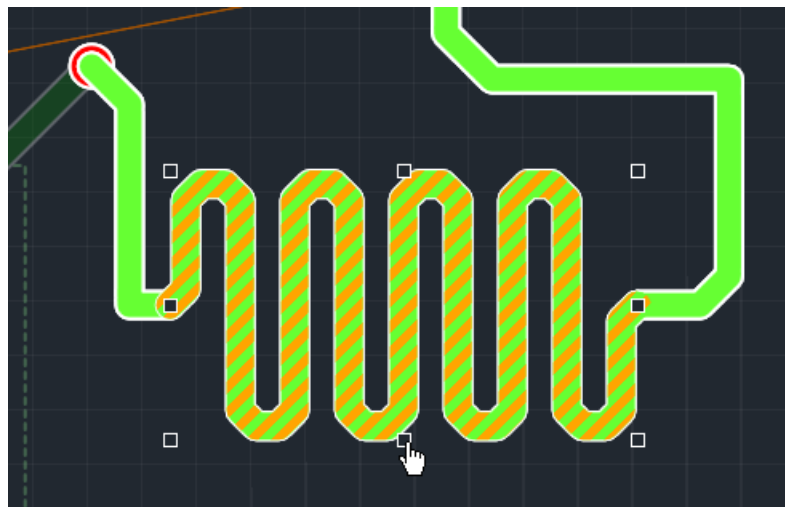

Рис. 216 Точки редактирования области размещения меандра
2. Навести курсор на одну из четырех точек редактирования, ограничивающих область размещения меандра. Вид курсора должен измениться, см. Рис. 216.